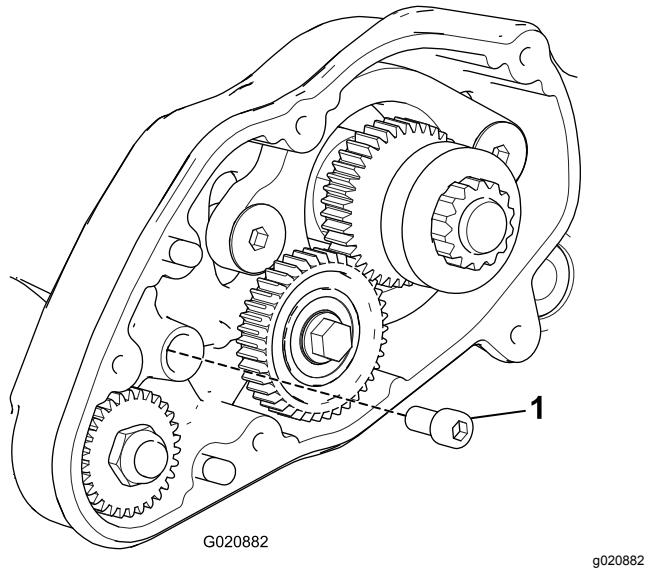

Figura 14
4. Installate il bullone a esagono incassato rimosso in precedenza dal carter nel foro di inserimento dell'ingranaggio centrale (Figura 14).